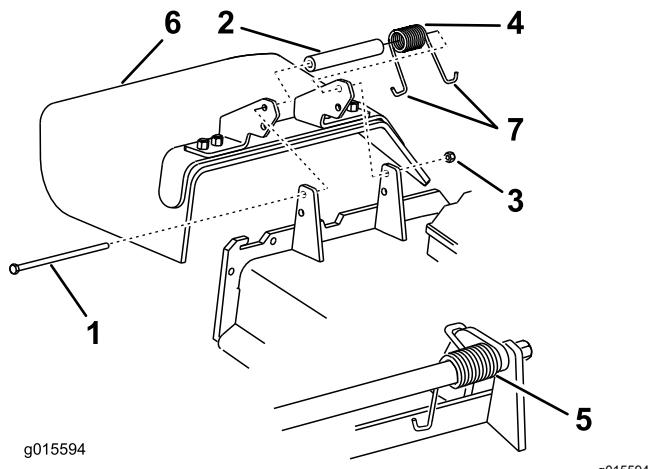

Figura 19
4. Retire la contratuerca, el perno, el muelle y el espaciador que sujetan el deflector a los soportes de pivot (Figura 19).
5. Retire el deflector de hierba (Figura 19).